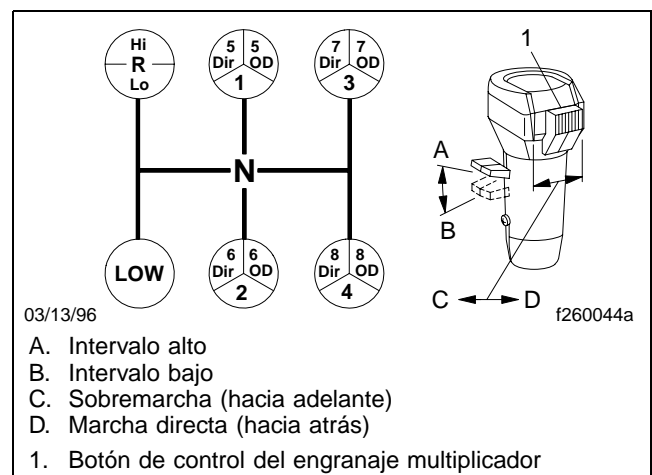
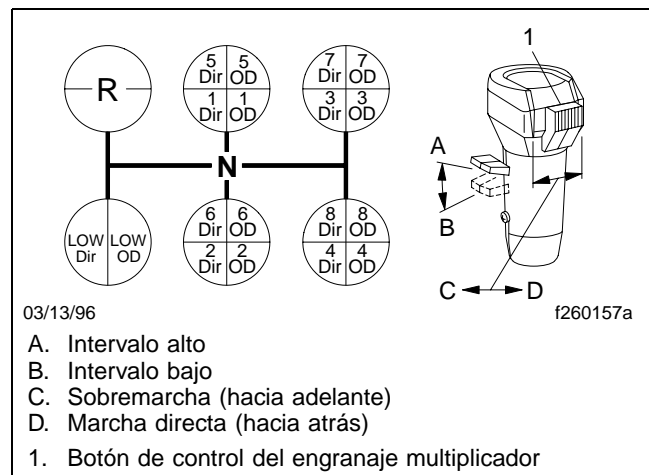

Figura 8.6, Patrón de cambios de las transmisiones Eaton Fuller RTO de 13 marchas
Figura 8.7, Patrón de cambios de las transmisiones Eaton Fuller RTO de 18 marchas
Las transmisiones Eaton Fuller RTLO-12913A, RTLO-14913A y RTLO-16913A tienen trece marchas hacia adelante y dos marchas de reversa. Cada transmisión consta de una sección delantera de 5 marchas, y una sección auxiliar de 3 marchas. La sección auxiliar contiene relaciones de los intervalos bajo y alto, más un engranaje multiplicador de sobremarcha. Vea la **Figura 8.6**, que muestra el patrón de cambios.
- Mueva la palanca de preselección de intervalo hacia abajo, al intervalo bajo. Vea la **Figura 8.6** o la **Figura 8.7**.
- Asegúrese que el botón de control del engranaje multiplicador esté en la posición directa (hacia atrás). Vea la **Figura 8.6** o la **Figura 8.7**.
Para cambiar de la marcha baja directa a la baja de sobremarcha, mueva el botón de control del engranaje multiplicador (**Figura 8.7**) a la posición de sobremarcha (hacia adelante), luego suelte inmediatamente el acelerador. Oprima y suelte el pedal del embrague. Después de soltar el embrague, acelere otra vez.
Cambie de marcha de baja a 1ª, 2ª, etc. hasta la 4ª, haciendo pedalazo doble del embrague entre los cambios, y acelerando hasta el 80 por ciento de la velocidad regulada del motor. Vea la **Figura 8.6**.
Cambie de marcha de baja de sobremarcha a 1ª directa moviendo primero el botón de control del engranaje multiplicador a la posición directa (hacia atrás) (**Figura 8.7**). Mueva la palanca de cambios, haciendo pedalazo doble del embrague, a la posición de 1ª marcha.
Para cambiar de 5ª directa a 5ª de sobremarcha, mueva el botón de control del engranaje multiplicador (**Figura 8.6**) a la posición de sobremarcha (hacia adelante), luego suelte inmediatamente el acelerador. Oprima y suelte el pedal del embrague. Después de soltar el embrague, acelere otra vez.
Para cambiar de 5ª directa a 5ª de sobremarcha, mueva el botón de control del engranaje multiplicador (**Figura 8.7**) a la posición de sobremarcha (hacia adelante), luego suelte inmediatamente el acelerador. Oprima y suelte el pedal del embrague. Después de soltar el embrague, acelere otra vez.